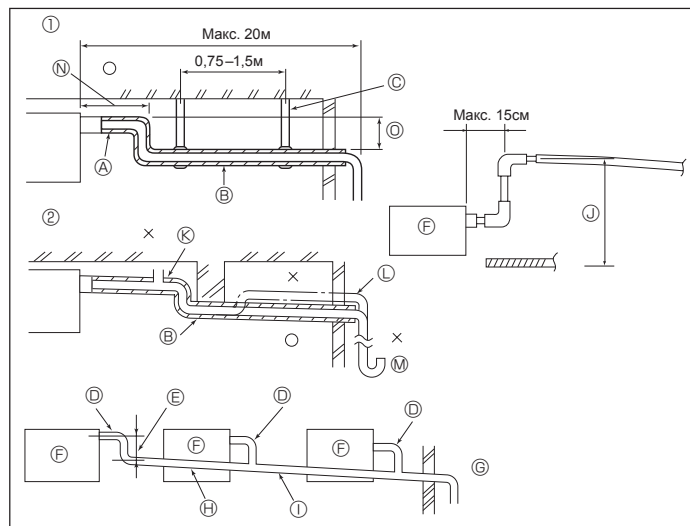

Рис. 3-4
- Ⓓ Кожух трубы ③
3.3. Дренажные трубы (Рис. 3-4)